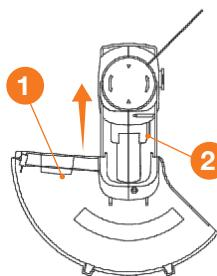

Рис. 2
- Установите защитный кожух 1 со встроенным колесом на изделии вставив его в пазы до упора (Рис. 2).